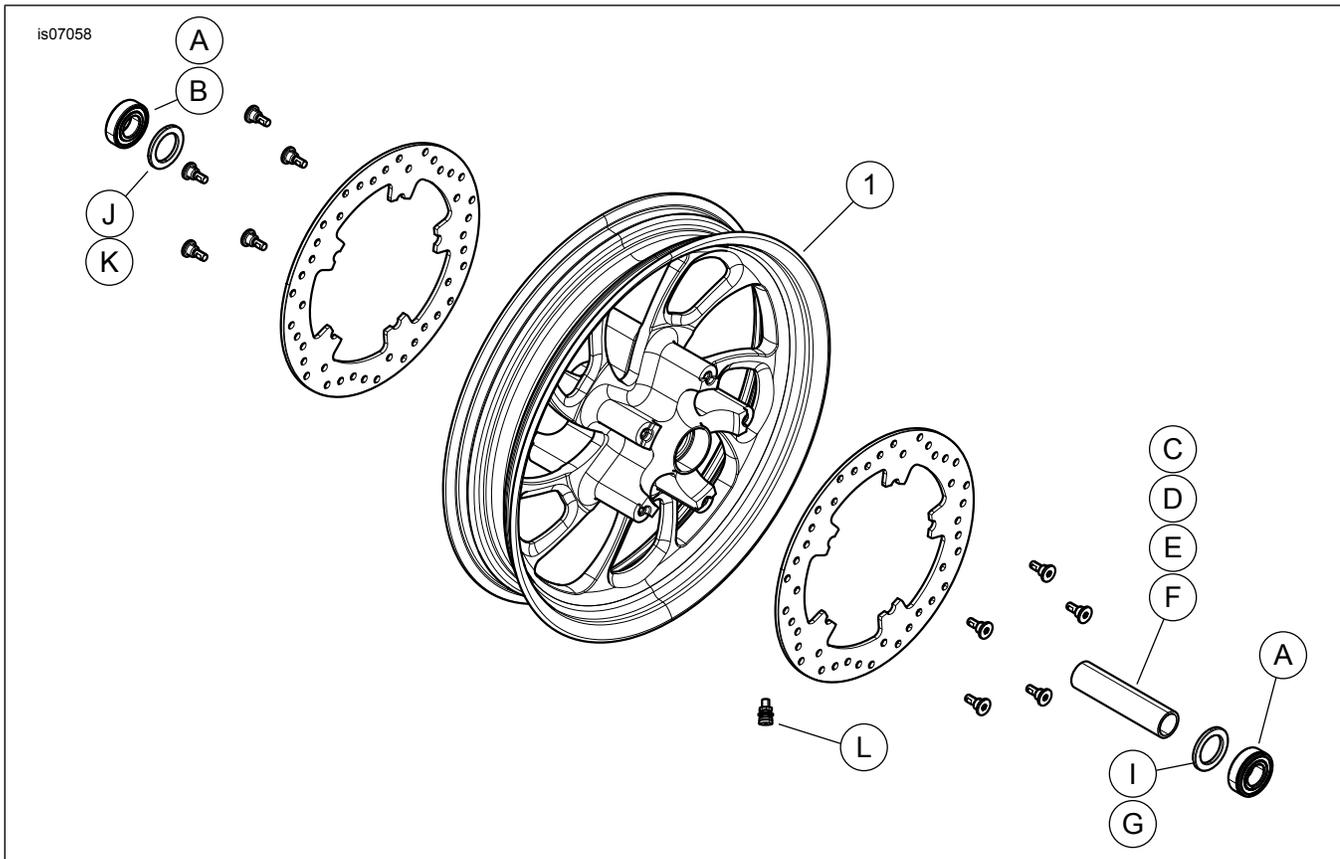

Figura 1. Piezas de servicio: Kits de rueda delantera Blade
2. Vea Figura 1. Instale el conjunto del vástago de la válvula (L) en la rueda. Vea NEUMÁTICOS en el Manual de servicio.